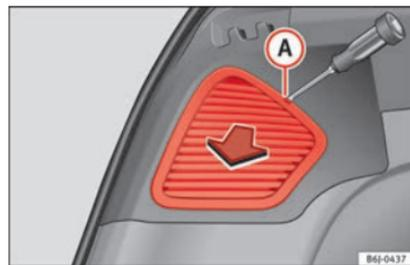

Fig. 111 Luci laterali.
- Rimuovere la copertura con un cacciavite dalla punta piatta collocato nella scanalatura indicata **(A)** » » fig. 111.